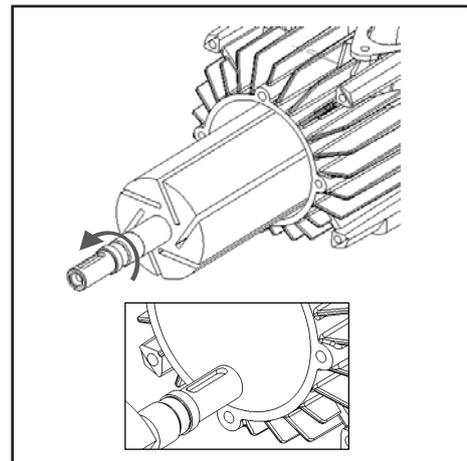

Figura 15
1. Dopo aver smontato le due testate complete, estrarre con cura il rotore dal corpo del compressore assicurandosi che la chiave dell'albero non danneggi il rivestimento e non graffi il corpo ; vedi figura 15.